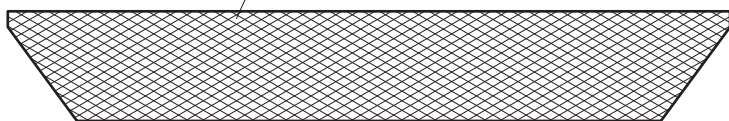

図 2
- 図2・図3を参考(バンパーがステーの上に載る位置)に付属d(ステー)の位置を決めステーの穴からホースメントにマーキングし、3.2mmの穴を開け、付属bで固定してください。
- 図2・図3を参考に取り付け位置を確認し、図3-Bの箇所を付属bで固定、図3-Dを純正ビスで固定してください。